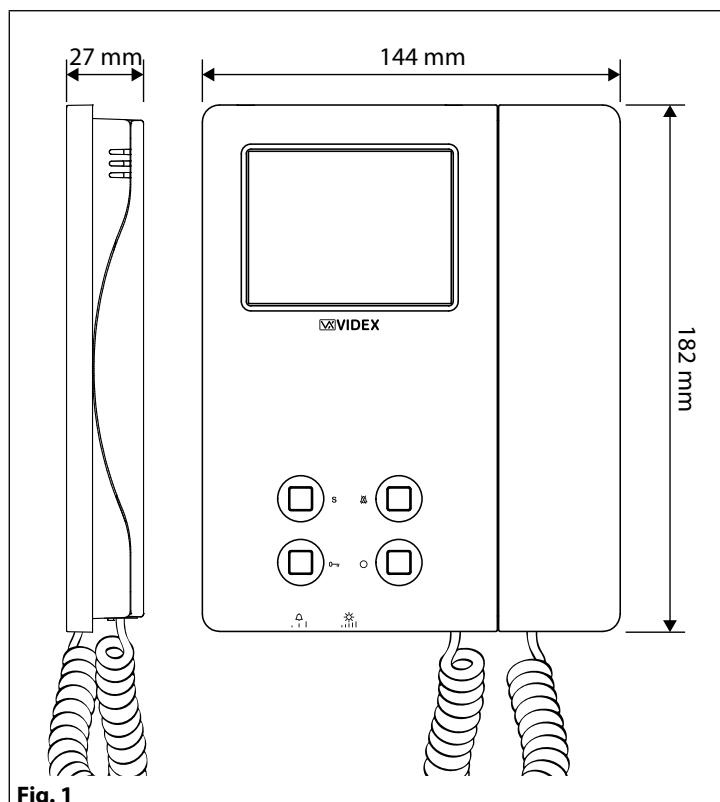
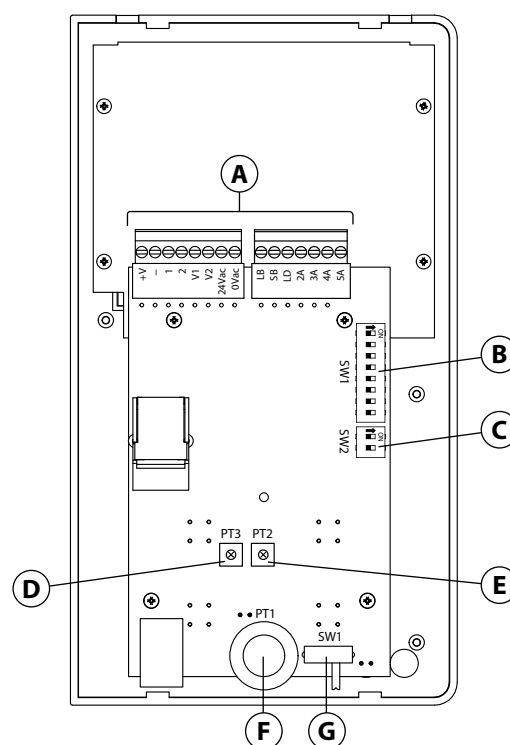

Fig. 1
Fig. 2
1. Poser le boîtier de surface au mur (il doit y avoir 165-170 cm entre la partie haute du boîtier et le terrain, comme illustré sur la Fig. 1) et prendre les références pour les trous de fixation en tenant compte que le groupe de fils **(E)** (Fig. 2) doit traverser le trou **(D)** (Fig. 2) du boîtier de surface. Si le sens du boîtier n'est pas indiqué, la charnière doit être à gauche ;
2. Comme illustré sur la Fig. 2, réaliser les trous de fixation **(A)**, insérer à l'intérieur des trous les stops **(B)** et, faisant passer les câbles de raccordement **(E)** à travers le trou **(D)**, fixer le boîtier de surface au mur en utilisant les vis **(F)** ;
1. Après avoir bien protégé les trous de fixation du support modules, murer le boîtier encastrable (laisser 165-170 cm entre la partie haute du boîtier et le terrain) en faisant passer le groupe de fils **(E)** (Fig. 2) à travers l'un des trous (précédemment ouvert) sur le fond du boîtier. Si le sens du boîtier n'est pas indiqué au fond du boîtier, la charnière doit rester à gauche ; Faire attention à ce que le boîtier soit bien muré à fleur du mur fini ;
2. Tirez la partie supérieure du couvercle vers l'extérieur comme indiqué sur la **Fig. 2**. **Ne tirez pas le couvercle en direction droite.**